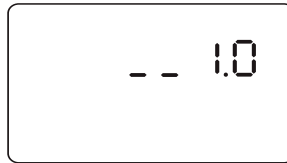

Abb. 6-2 Softwareversion-Bildschirm
- b. Der nächste Bildschirm zeigt die Softwareversion an (siehe Abb. 6-2):
HINWEIS: Die in Abb. 6-2 abgebildete Versionsnummer (1.0) ist nur ein Beispiel. Auf Ihrem Gerät ist u. U. eine höhere Softwareversion installiert.